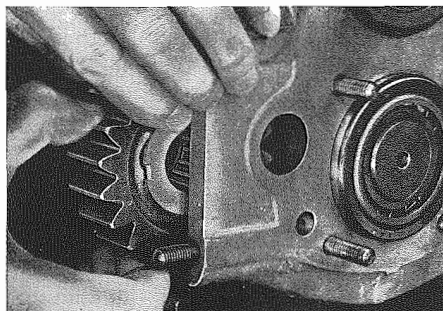
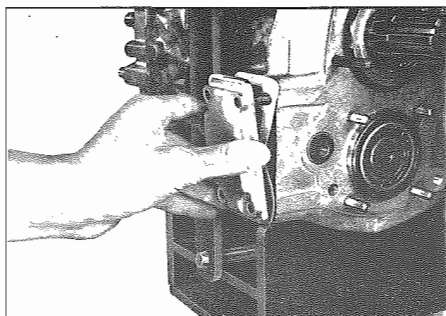

Fig. 49 - Ingranaggio della retromarcia
Fig. 50 - Coperchio del tachimetro
- Infilare la gabbia a rullini (**503**) nel foro dell'ingranaggio della retromarcia (**504**). Incollare con grasso la ralla (**501**) alla parte sporgente dal mozzo. Sull'altro lato fissare la ralla (**505**) (i denti piegati si trovano all'esterno). Montare l'ingranaggio della retromarcia nella scatola con il mozzo sporgente rivolto verso il lato di entrata (**Fig. 49**).
- Slide needle cage (**503**) into bore of reversing gear (**504**). Glue thrust washer (**501**) with grease to end with projecting hub. Attach washer (**505**) to other end (bent tabs are outside). Insert reversing gear into housing with projecting hub facing input end (**Fig. 49**).
- Inserire il dito attraverso il foro della scatola e portare l'ingranaggio della retromarcia e ralle in corrispondenza del foro. Inserire il perno della retromarcia (502) in modo tale che il foro filettato sia rivolto verso il cuscinetto dell'albero secondario ed allineato con il foro del coperchio del tachimetro (fissare in modo che non ruoti) vedi Fig. 50, indi applicare provvisoriamente il coperchio. Applicare la guarnizione (117) ed il coperchio (118) (Fig. 49), le rosette elastiche (103) e dadi (102) sui prigionieri e serrare con una coppia di 20—25 Nm (2,0—2,5 kpm).
- Put finger through housing bore and move reversing gear with thrust washers into position matching bore. Insert reversing shaft (502) in such a manner that the threaded bore faces the bearing of the countershaft and is in alignment with bore in tachometer cover (rotary lock) (refer to Fig. 50), while provisionally mounting cover. Mount gasket (117) and cover (118) (Fig. 49), place spring washers (103) and nuts (102) on studs and tighten to 2.0 - 2.5